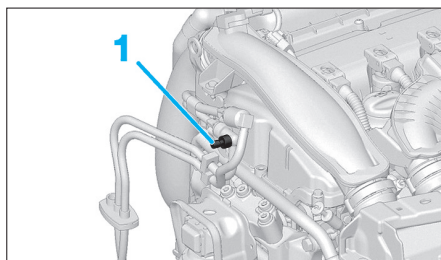

Fig. 57
- Purger le circuit de carburant en branchant l'outil [1] sur la vis de purge (1) (Fig.57).